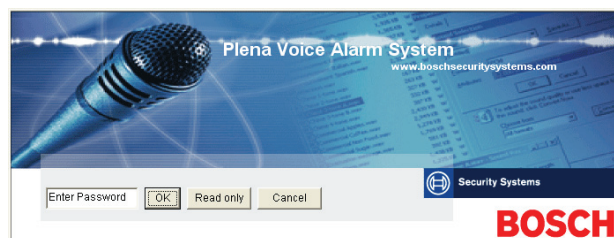

figura 8.9: Contraseña
- 2 Haga doble clic en el icono Plena Weekly Timer Configuration. Se mostrará una ventana similar a la de figura 8.9.